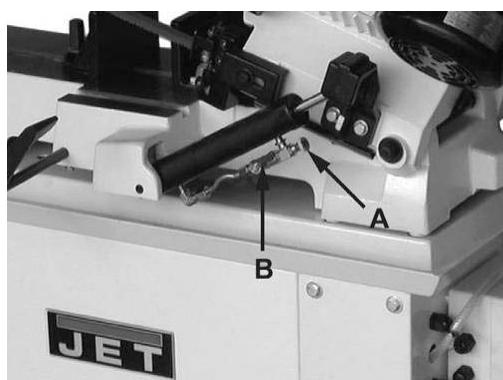

Рис. 11
Скорость подачи рычага пилы может быть отрегулирована дроссельным винтом (A, Рис. 11). Опускание производится с помощью запирающего вентиля (B).